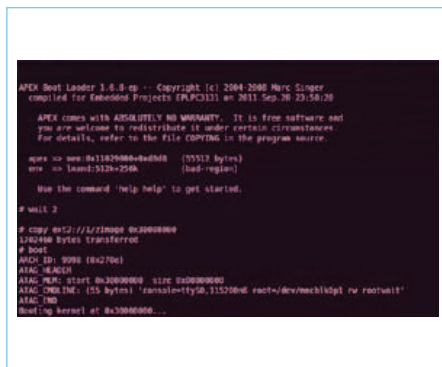

Figure 7. Le chargeur de démarrage APEX.
4. Le micrologiciel (*Bootloader* APEX) initialise la SDRAM externe et y copie le noyau stocké dans la carte SD (**fig. 7**).